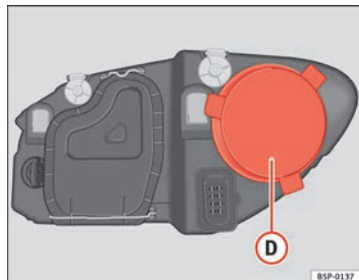

Fig. 192 Luci di posizione
- Rimuovere la copertura ⇒ fig. 192 **D** tirandola.